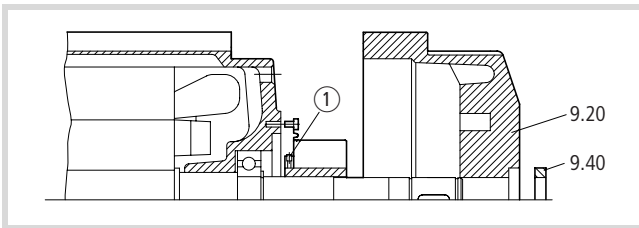

Figure 33 : Capteur de vitesse
① Vis de blocage selon DIN 914
- avec une ou deux vis de blocage ① (→ fig. 33).